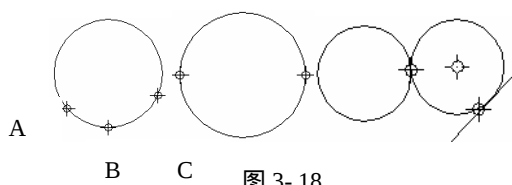

图 3-18
三点 (3P): 以三点方式进行绘图。如图 3-18 所示。
两点 (2P): 以指定的二点作为圆的直径绘图。如图 3-18 所示。
相切、相切、半径 (T): 当需要画二实体的公切圆时，可采用此种方法，它要求我们确定这两个实体与所画的圆的公切点，然后输入半径。如图 3-18 所示。